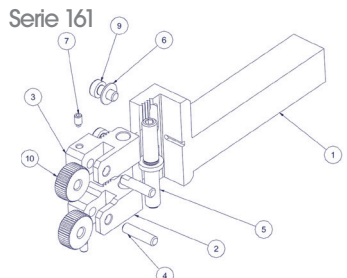
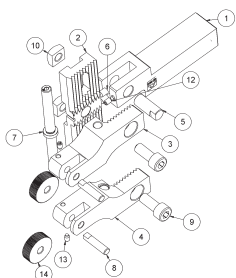
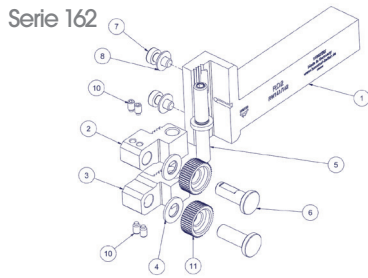
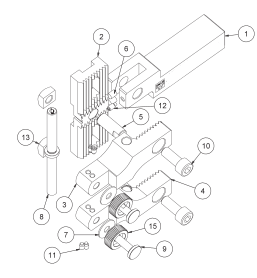

Abb. 1: Explosionsdarstellung Serie 161 Langdreher
Abb. 2: Explosionsdarstellung Serie 161 Kurzdreher
Abb. 3: Explosionsdarstellung Serie 162 Langdreher
Abb. 4: Explosionsdarstellung Serie 162 Kurzdreher
Bitte Werkzeugnummer sowie die entsprechende Positionsnummer angeben (siehe Abb. 1 - 4).
Die Spitzenhöhe ist im Werkzeughalter integriert und entspricht der Schaftoberkante (Abb. 1 - 4, Pos. 1)
Für den Einbau oder das Wechseln der Rändelräder die beiden Gewindestifte (Abb. 1, Pos. 9; Abb. 2, Pos. 13; Abb. 3, Pos. 10; Abb. 4, Pos. 11) lösen und die Laufstifte (Abb. 1, Pos. 4; Abb. 2, Pos. 8) bzw. die Bundbolzen (Abb. 3, Pos. 6; Abb. 4, Pos. 9) entnehmen. Anschließend das neue Rändelrad mit den Laufstiften, bzw. Bundbolzen montieren und mittels Gewindestift spannen. Darauf achten, dass der Laufstift auf der Planfläche gespannt wird.
Um diesen Arbeitsbereich einstellen zu können, beide Innensechskantschrauben (Abb. 1, Pos. 7; Abb. 2, Pos. 9; Abb. 3, Pos. 7; Abb. 4, Pos. 10) lösen und die Backen (Abb. 1, Pos. 2 + 3; Abb. 2, Pos. 3 + 4; Abb. 3, Pos. 2 + 3; Abb. 4, Pos. 3 + 4) über die Einstellspindel (Abb. 1, Pos. 5; Abb. 2, Pos. 7; Abb. 3, Pos. 5; Abb. 4, Pos. 8) einstellen. Zum Messen des Abstands bietet sich die Verwendung eines Messschiebers an. Nach erfolgreichem Einstellen des Arbeitsbereiches die Innensechskantschrauben wieder festziehen.
- Innensechskantschrauben (Abb. 1, Pos. 7; Abb. 2, Pos. 9; Abb. 3, Pos. 7; Abb. 4, Pos. 10) vollständig lösen
- Backen mittels Einstellspindel (Abb. 1, Pos. 5; Abb. 2, Pos. 7; Abb. 3, Pos. 5; Abb. 4, Pos. 13) bis zur Entnahme herausdrehen
- Innensechskantschraube (Abb. 2, Pos. 9; Abb. 4, Pos. 10) vollständig lösen
- Backen über Einstellspindel (Abb. 2, Pos. 7; Abb. 4, Pos. 8) bis zur Entnahme herausdrehen
Durch eine modular einsetzbare Trägerplatte kann die Kurzdrehervariante vor, bzw. hinter der Drehmitte eingesetzt werden. Dazu muss der Gewindestift (Abb. 2, Pos. 12; Abb. 4, Pos. 12) gelöst und der Gelenkbolzen (Abb. 2, Pos. 5; Abb. 4, Pos. 5) komplett entfernt werden. Anschließend die Trägerplatte (Abb. 2, Pos. 2; Abb. 4, Pos. 2) samt Backen (Abb. 2, Abb. 4, Pos. 3 + 4) um 180° drehen und mittels Gelenkbolzen wieder mit dem Grundhalter verbinden.
Laufstifte (Abb. 1, Pos. 4; Abb. 2, Pos. 8) bzw. Gelenkbolzen (Abb. 3, Pos. 6; Abb. 4, Pos. 9), Bundbolzen (Abb. 2 + 4, Pos. 5) sowie Laufscheiben (Abb. 3, Pos. 4; Abb. 4, Pos. 7) sollten nach angemessenen Zyklen, spätestens bei erheblichem Verschleiß oder abweichenden Prozessparametern gewechselt werden. Ebenfalls ist der Schlitz der Backen auf Verschleiß oder Ausweitungen zu untersuchen. Ein ausreichender Zufluss von Kühlmittel oder Schneidöl wird empfohlen!